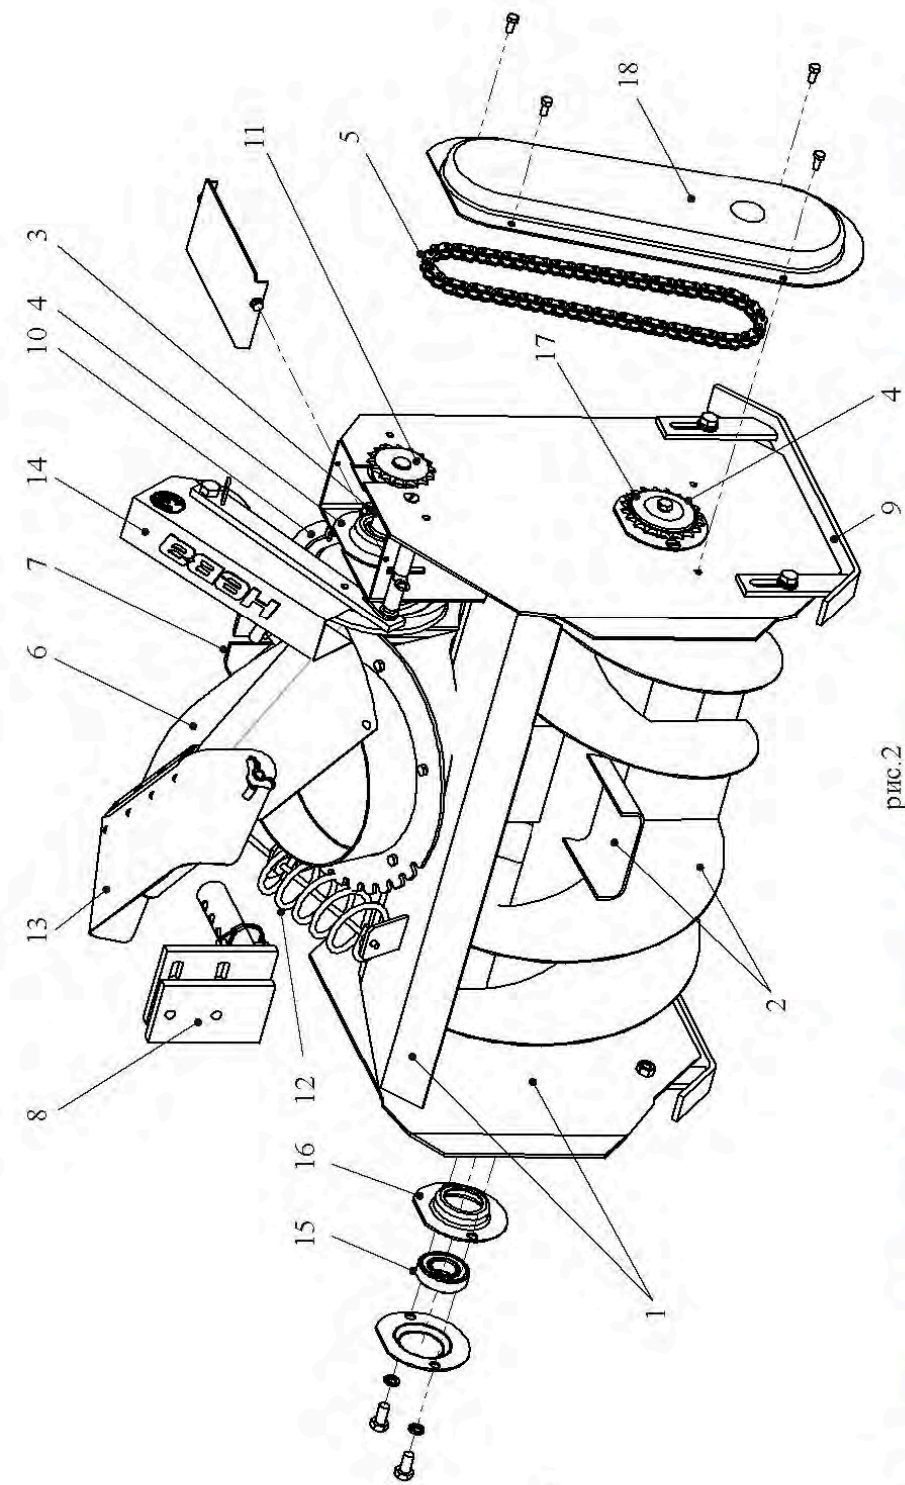

рис.2
Устройство снегоборщика (рис.2)
Перед началом эксплуатации снегоуборщика после длительного хранения рекомендуется снять крышку (18) (рис.2) цепной передачи, удалить старую смазку и нанести на цепь и звездочки смазку Литол-24 или солидол Ж ГОСТ 1033-79.